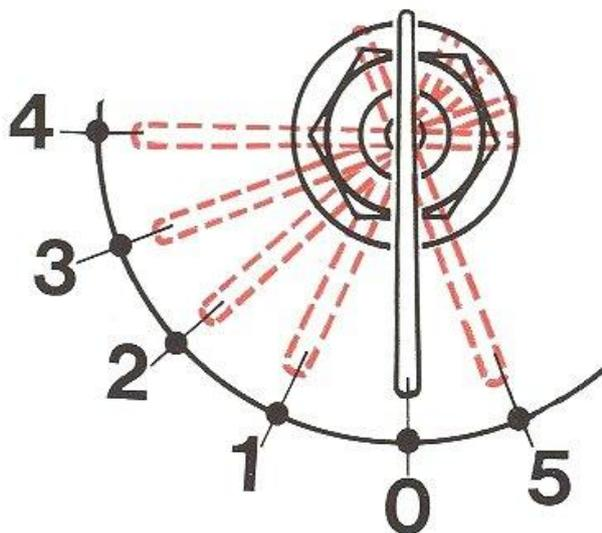
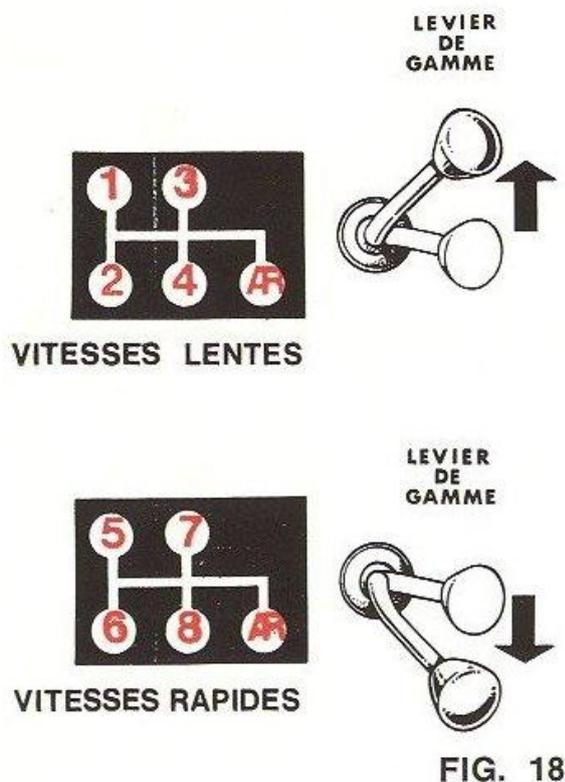

FIG. 5
FIG. 18
Le commutateur de démarrage n'est en circuit que si le contacteur général (Fig. 5) est enclenché et le levier de gamme (Fig. 18) est au point mort.
L'ampoule située dans le hublot (2) éclaire le tableau de bord et permet de s'assurer que les projecteurs sont allumés lorsque le contacteur général est en position 2-3-4- ou 5 (voir Fig. 5).
Placé en haut et à droite du tableau de bord, le voyant rouge, marqué « PRESS », s'allume dès que la clé du contacteur général est amenée dans la position « 1 » (voir Fig. 5).
Placé en haut et à gauche du tableau de bord, cet indicateur lumineux permet de contrôler le comportement de l'alternateur, du régulateur de tension et du télerupteur. Le voyant s'allume à l'arrêt dès que la clé du contacteur général (voir Fig. 5) est au premier cran. Moteur en marche, il s'éteint immédiatement et ne doit s'éclairer pour aucun régime du moteur.